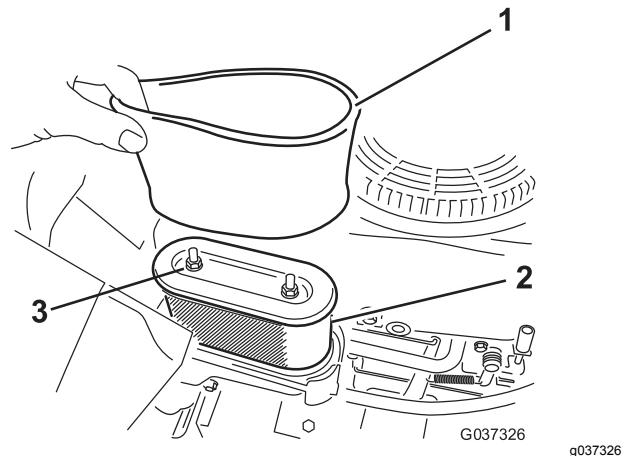

Figure 19
4. Retirez les 2 écrous qui fixent le filtre au boîtier (Figure 19).
- Placez l'élément en mousse sur l'élément en papier (Figure 19).
- Fixez le filtre au boîtier avec les 2 écrous (Figure 19).